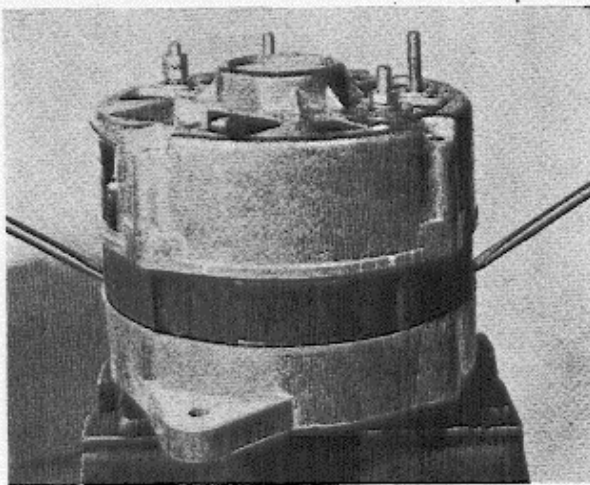

Abb. 3-6 Zerlegung der Lichtmaschine
5. Ständer und hinteren Lagerdeckel mit Hilfe zweier Schraubenzieher, die in Aussparung zwischen Starter und vorderen Lagerdeckel eingesteckt werden, von diesem abdrücken, siehe Abb. 3-6.